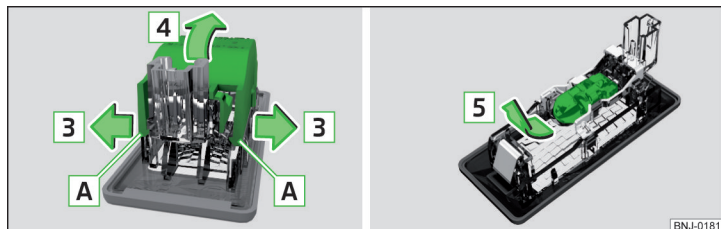

Рис. 217 Зняття кришки/заміна лампи розжарювання
- Від'єднайте кришку ліхтаря в зоні [A], а також у напрямку стрілки [3] » Рис. 217.